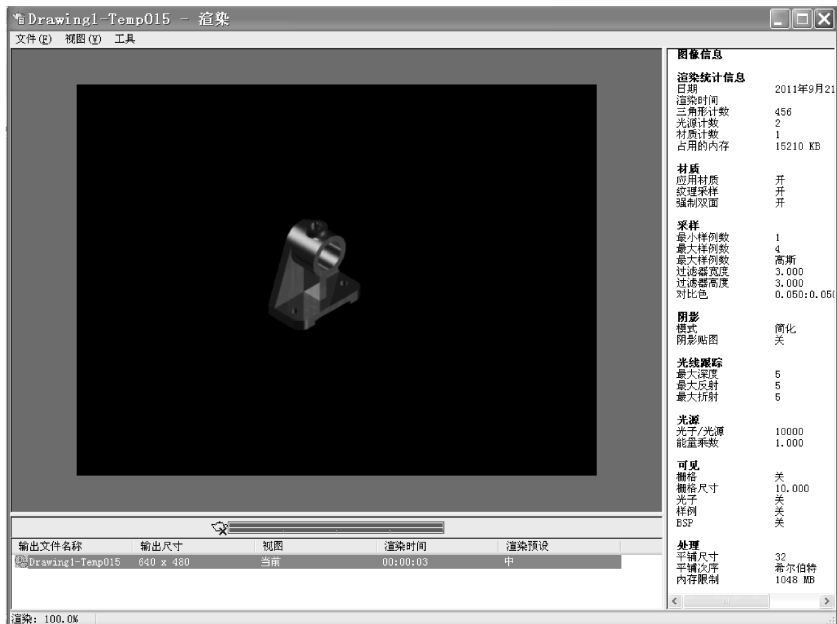

图 10-45 轴承座“渲染”对话框
- Step 5** 图形渲染：调用“渲染”工具栏的“渲染”命令，弹出图 10-45 所示“渲染”对话框，系统进行渲染，等待几秒钟，完成图形的渲染。